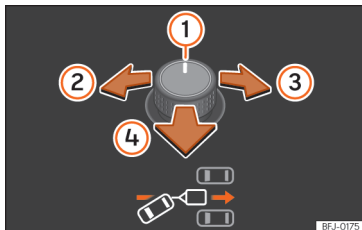
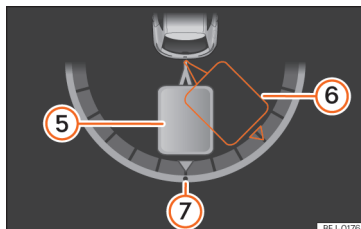

Fig. 196 Comando giratório dos retrovisores exteriores: ajustar o ângulo do reboque.
Fig. 197 Ecrã do painel de instrumentos: fazer marcha-atrás.
Legenda da **Fig. 196**, » **Fig. 197**:
- Rode o comando giratório até atingir a direção desejada » **Fig. 196.** No ecrã do painel de instrumentos aparece, a modo de orientação, uma representação do conjunto veículo trator e reboque na posição atual » **Fig. 197.**